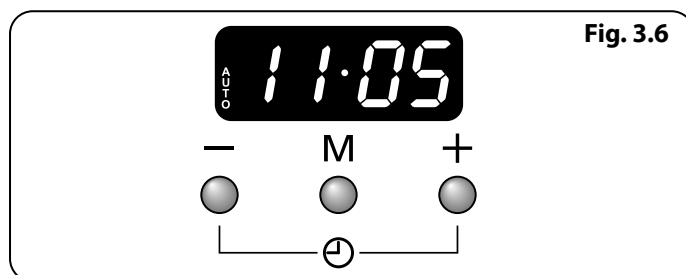

Fig. 3.6
3. Une fois l'« heure d'arrêt » atteinte, une alarme sonnera et le four s'arrêtera. Le mot AUTO clignotera à l'écran (Fig. 3.6).